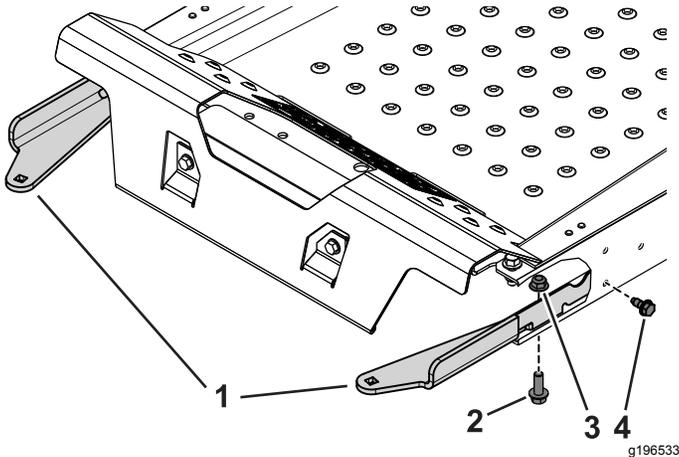

Figura 1
2. Utilice los 2 pernos autorroscantes ($5/16"$ x $3/4"$), 2 pernos ($3/8"$ x $1 1/4"$) y tuercas con arandela prensada ($3/8"$) para sujetar los soportes izquierdo y derecho de la bandeja de pesos a la máquina (Figura 1).